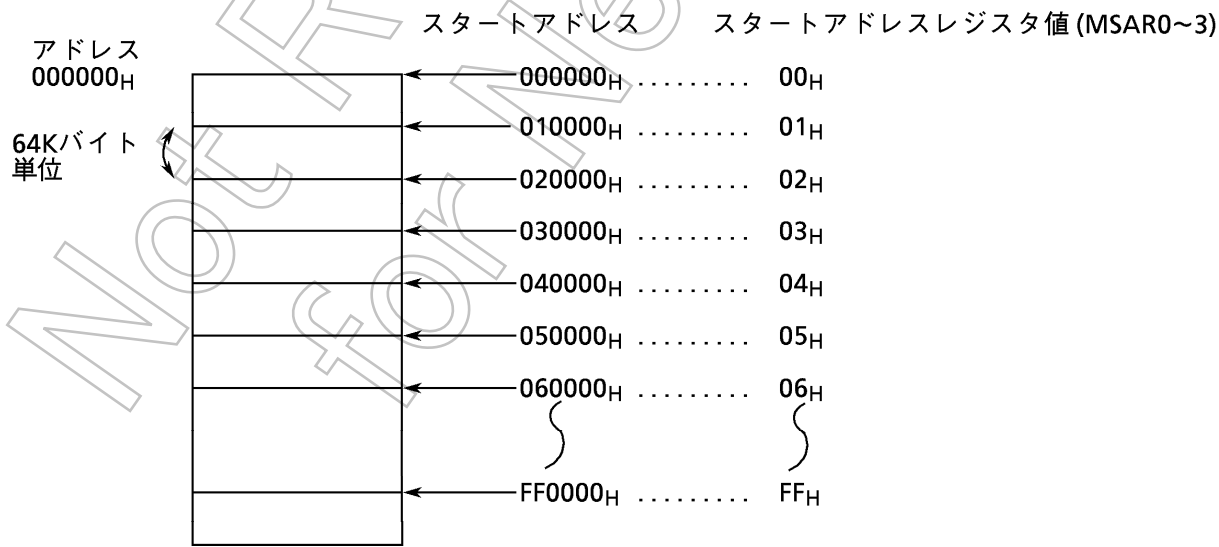

図3.6 (8) スタートアドレスの設定場所
アドレスデコーダのブロック図 (図3.6 (3)~(5)) からわかる通り、 $\overline{CS0}$ はA8~A20, $\overline{CS1}$ はA8~A21, $\overline{CS2}$ ・ $\overline{CS3}$ はA15~A22のアドレスの値を比較するか、比較しないかによって、チップセレクト信号の出力できるアドレスエリアを指定することができます。